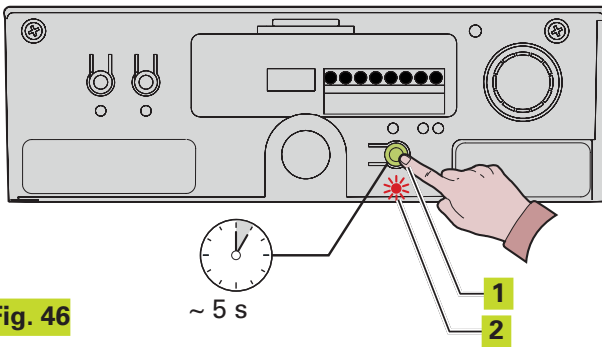

Fig. 46
Maintenir le bouton-poussoir SET UP enfoncé jusqu'à l'allumage de la LED de SET UP (environ 5 secondes). (Fig. 46 réf. ①)
La LED de SET UP commence à clignoter au relâchement de la touche. (Fig. 46 réf. ②)